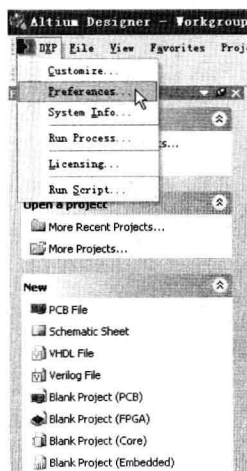

图 1-14 执行“优先设定”命令
**步骤 1** 在 Protel DXP 2004 主窗口中选择“DXP”>“Preferences”菜单, 如图 1-14 所示。